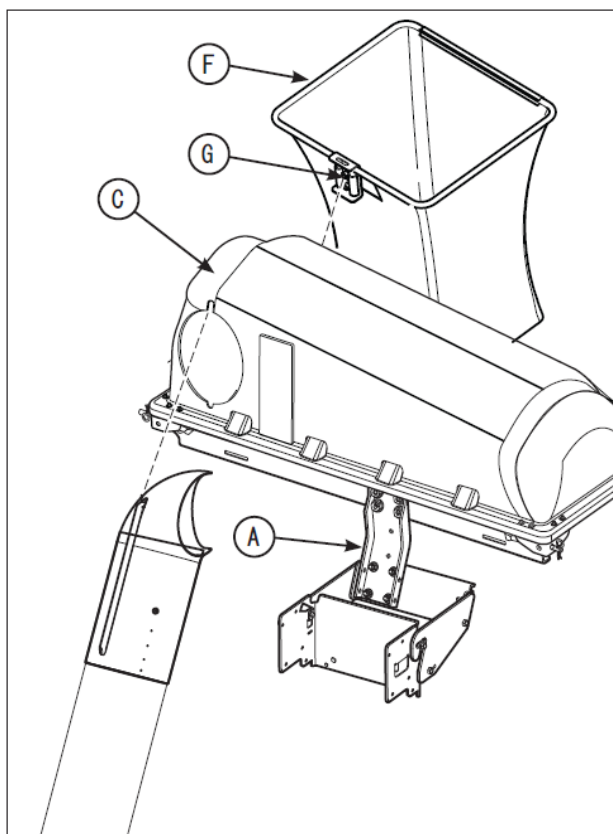

図 20
1. ヒッチとフレーム Assy (図 20 の A) を芝刈機のリアフレーム支えに載せてください。
2. カバー Assy (C) を上げてください。
3. 集草袋 (F) を集草袋ハンガー (G) で集草袋ハンガー用支柱に取り付けてください。